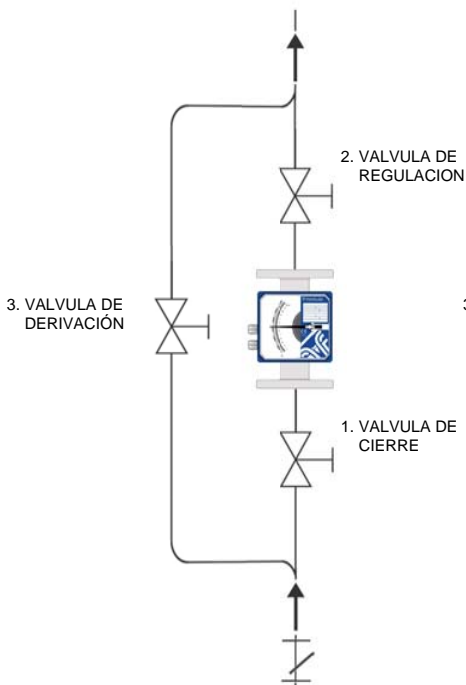

Figura 1 INSTALACION PARA GASES
En la medición de GASES es recomendable instalar la válvula de regulación DESPUÉS del medidor, para mantener así la presión de trabajo igual a la de calibrado (Figura 1).
4.1 Medida de gases (Figura 1)
Para que el equipo trabaje a la presión de calibrado (presión de trabajo de la instalación) y obtener una contrapresión que mantenga en equilibrio el flotador, la válvula de regulación debería montarse tal como se indica en la figura 1.